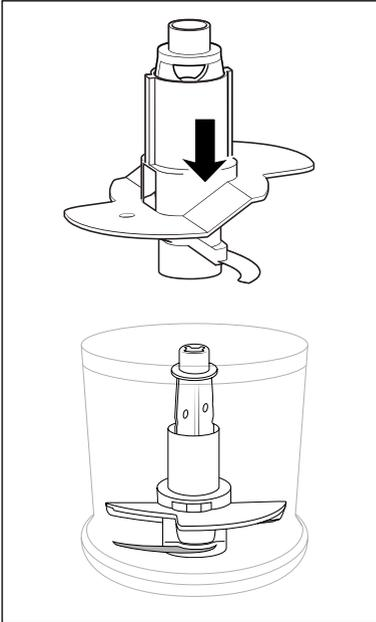

Afb. 1
- Voor 100 ml slagroom steekt u deze zodanig op de meshouder **5**, dat het garde-opzetstuk **10** op beide messen **7** rust en vastklikt (afb. 1):